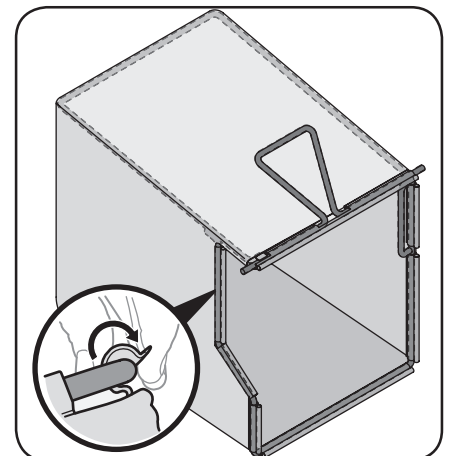

Figure 2-4
- b. Poussez le rebord en plastique du sac à herbe sur les crochets du support. Voir Figure 2-4.